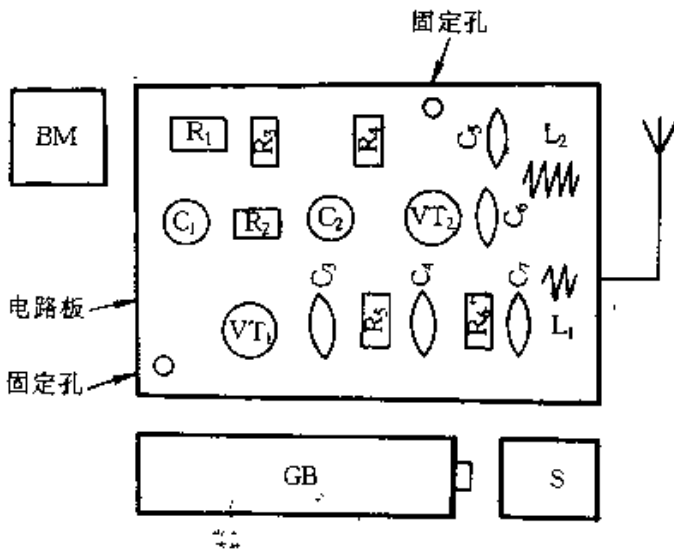

图3-15
① 确定印制电路板的形状和尺寸,主要是根据机壳和主要元器件来确定。形状一般为长方形,也有正方形或多边形的,尺寸不宜过小。
② 初步确定各元器件的位置。调频无线话筒电路为两级,第一级(VT_1)为音频放大级,第二级(VT_2)为高频振荡兼调制级。取从左到右的信号流程方向(也可取其他方向),左半部分安排第一级,右半部分安排第二级。然后依次将各元器件在电路板上的位置初步画下来,如图3-15所示。可按照电路图中的相对位置来画,同时确定电路板安装固定孔。